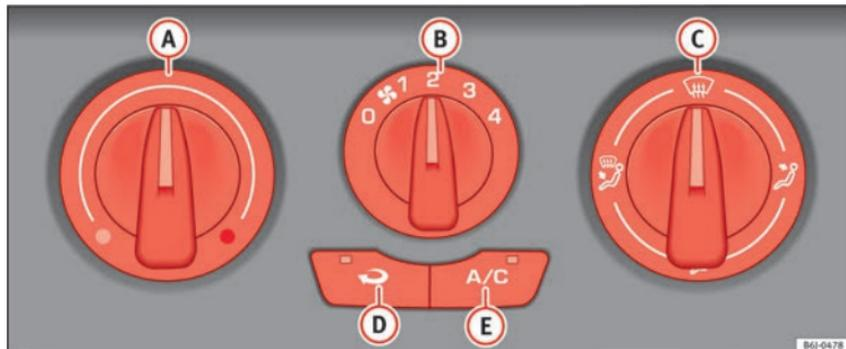

Fig. 128 Mandos del aire acondicionado en el tablero de instrumentos.
- Con los reguladores » fig. 128 A y C y con el mando B se regula la temperatura, la velocidad del ventilador y la distribución del aire.